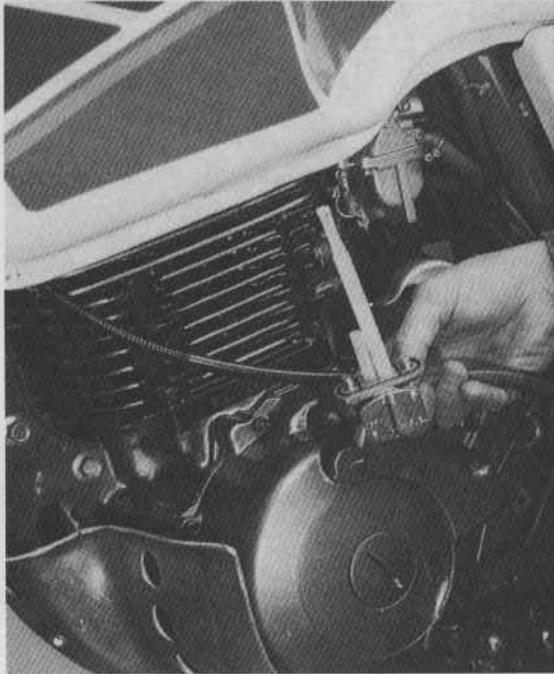

Bild 10
- Rechte Seitenabdeckung entfernen und nach Ausdrehen der Kreuzschlitzschrauben (Bild 10) Gehäusedeckel des Luftfilters abnehmen.